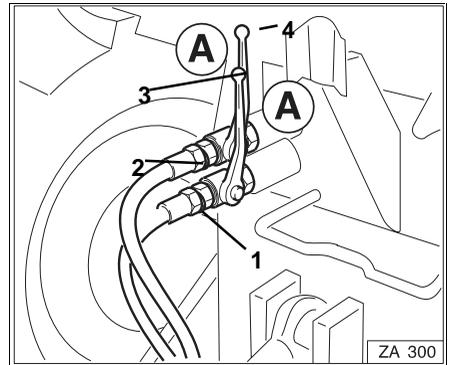

Fig. 19
- Raccordez les flexibles hydrauliques (Fig. 19/1 et Fig. 19/2) de la commande individuelle des trappes respectivement à un distributeur simple effet du tracteur.
- veillez à ce que les robinets d'arrêt (Fig. 19/3 et Fig. 19/4) soient fermés : Position A !